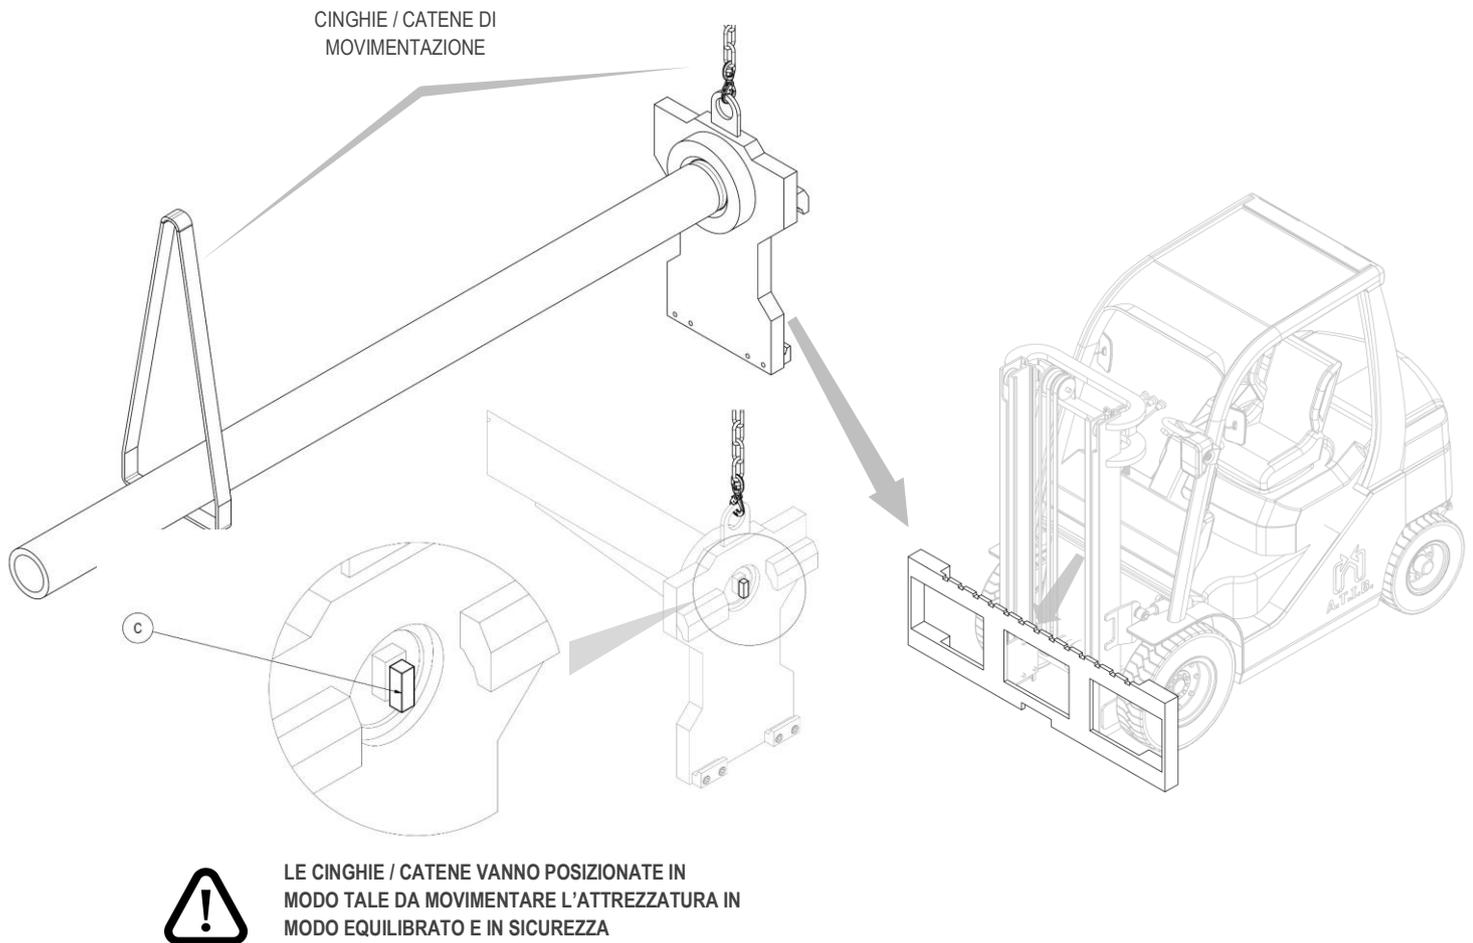

Figura 3
5. Agganciare l'attrezzatura con un carroponete o un paranco di portata sufficiente e posizionarla sulla piastra porta forche, avendo cura di incastrare il dente di centraggio **C** nella tacca centrale della stessa (vedi Figura 3).